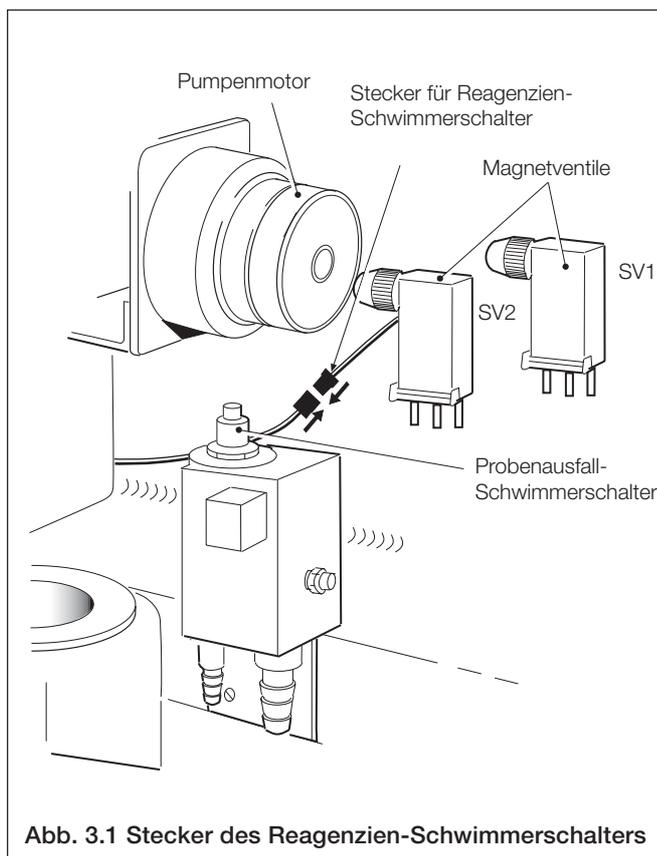

Abb. 3.1 Stecker des Reagenzien-Schwimmerschalters
- Verbinden Sie den Reagenzien-Schwimmerschalter mit dem entsprechenden Stecker (siehe Abb. 3.1). Führen Sie das Anschlußkabel dazu durch die äußerst linke Kabeldurchführung im Gehäuseboden.